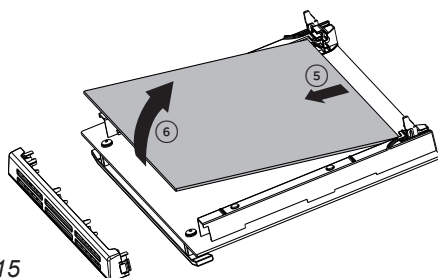

Fig. 8.15
- Soulever et retirer délicatement le panneau en verre intermédiaire en le dégageant des encoches de retenue inférieures (fig. 8.15).